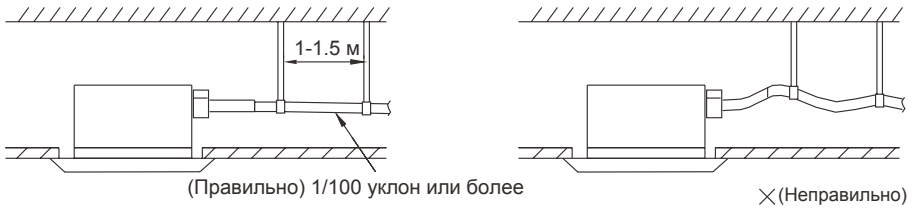

Рис.9
- (1) Диаметр дренажной трубы должен быть больше или равен диаметру соединительной трубы (виниловая трубка, размер: 25 мм (наружный диаметр)) (AFP-(85~200)XD(S,M)/B-T).
- (2) Прокладывайте дренажную трубу по кратчайшему пути с понижением, избегая петель, с уклоном как минимум 1/100, с целью предотвращения образования воздушных пузырей (Рис. 9)
- (3) Если дренажный шланг не удается должным образом согнуть, добавляйте трубки подъема дренажа.
- (4) Для недопущения провисания дренажного шланга, размещайте крюки его подвески на расстоянии 1-1.5 (Рис. 9)